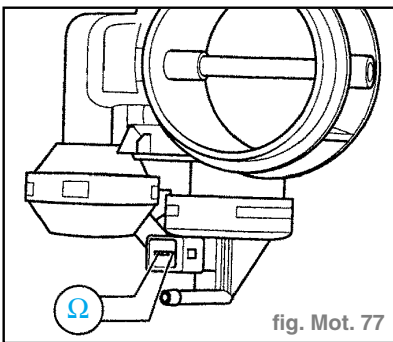

fig. Mot. 77
- Mesurer la résistance entre les contacts du clapet de commutation (fig. Mot. 77).